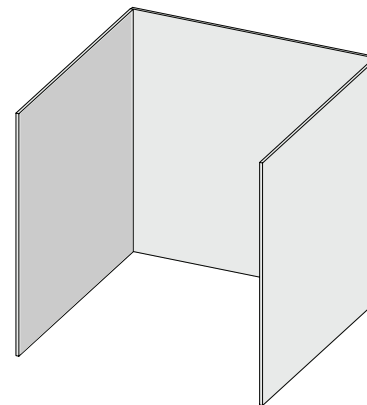

Рис. 1
- Пристрій вважається встановленим на відкритому повітрі, якщо встановлений у приміщенні з укриттям не більш замкнутим, ніж стіни з трьох боків, але без накриття зверху. (Рис. 1)